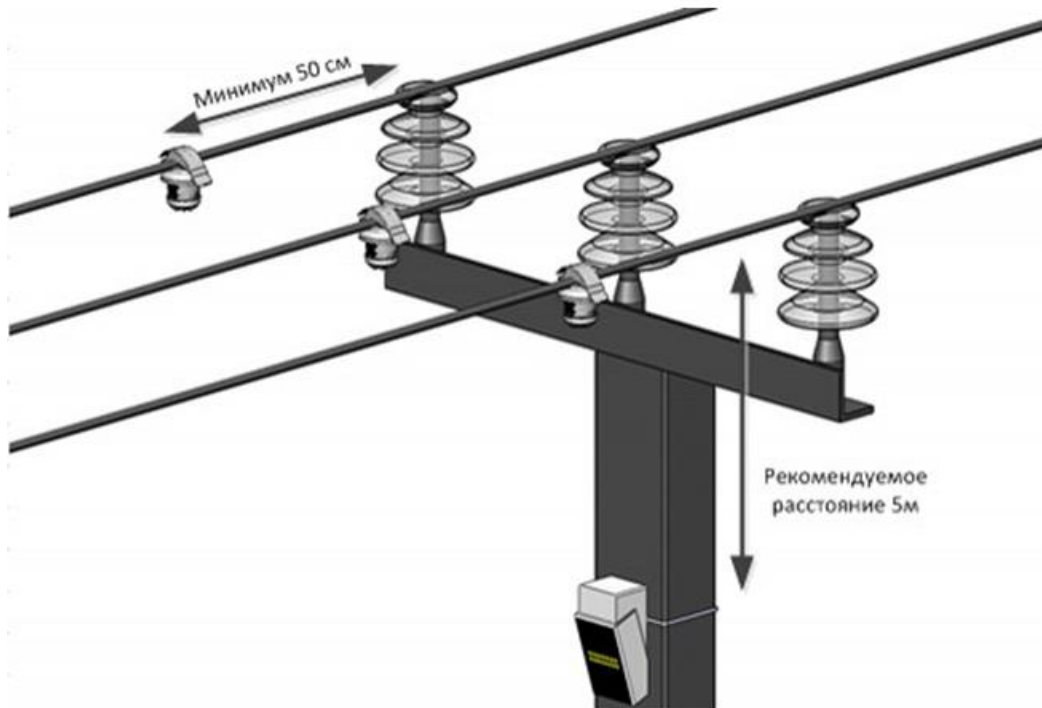
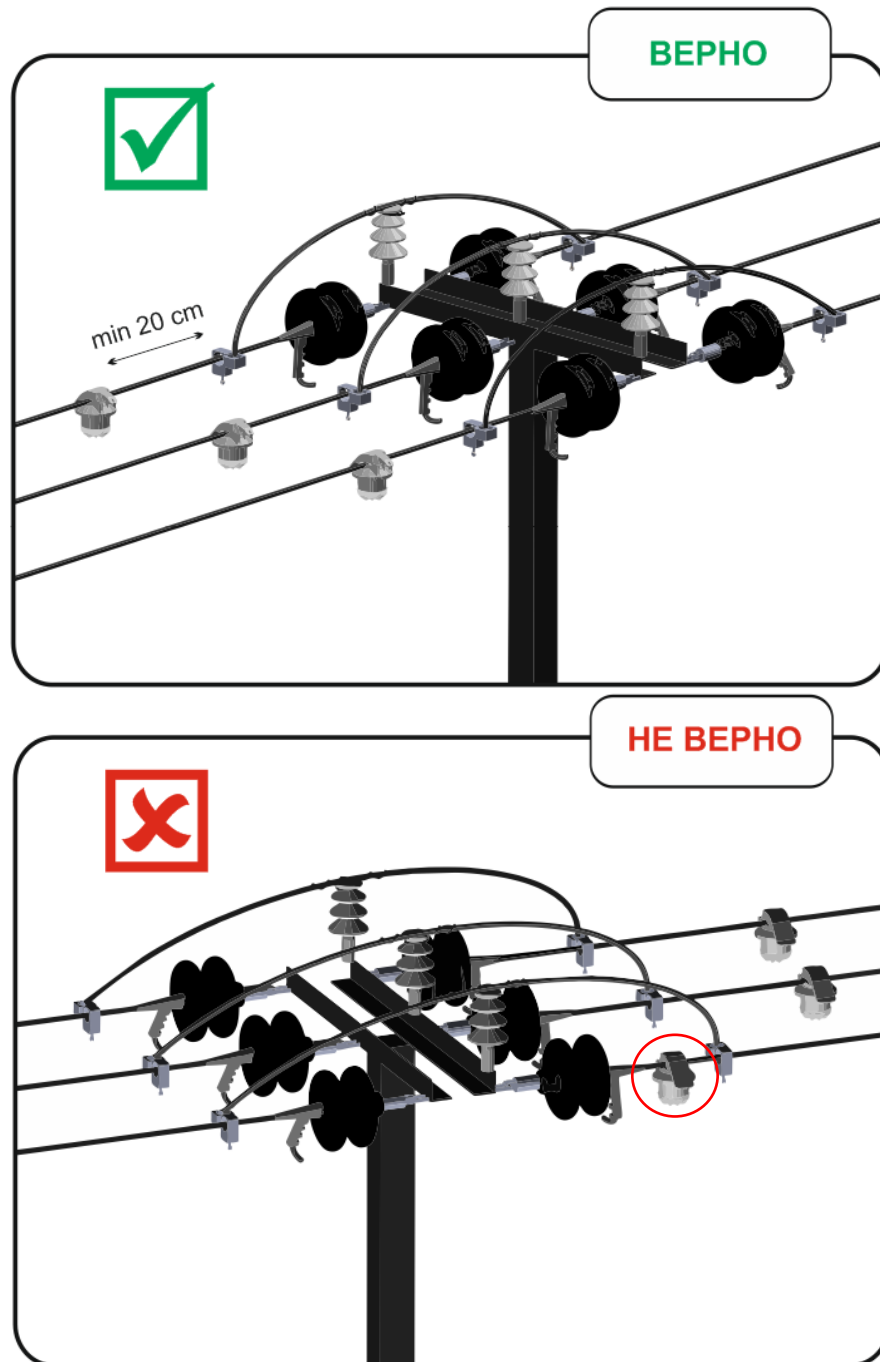

Рисунок 6 – Пример установки комплекта индикаторов ИКЗ-В33-МР3
Рисунок 10 – Пример установки комплекта индикаторов ИКЗ-В33
2.5.2 Индикаторы устанавливаются непосредственно на провод на расстоянии 0,5-10 м от изоляторов. Примеры установки устройств комплекта индикаторов ИКЗ-В33 на линию приведены на рисунках (см. Рисунок 6 - Рисунок 10).
- на линии с короткими ответвлениями комплекты, как правило, устанавливаются по стволу линии за местом разветвления (отпайки), на ближайших к месту разветвления промежуточных опорах (Рисунок 10);